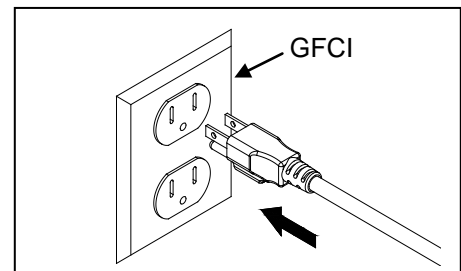

Fig. 4
4. Coloque la bomba dentro del agua y conéctela a una fuente de energía adecuada. Fig. 4